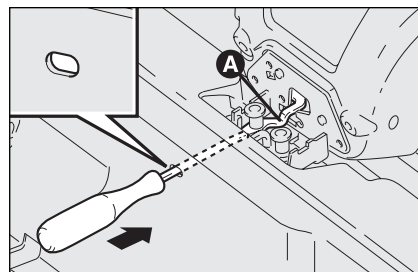

fig. 91
- ☐ pegar a chave de parafusos na caixa de ferramentas e introduzi-la dentro do furo presente na travessa traseira da bagageira (ver a **fig. 91**);
- ☐ agir, mediante a chave de parafusos, no dispositivo **A-fig. 91** de modo a permitir a abertura da bagageira.